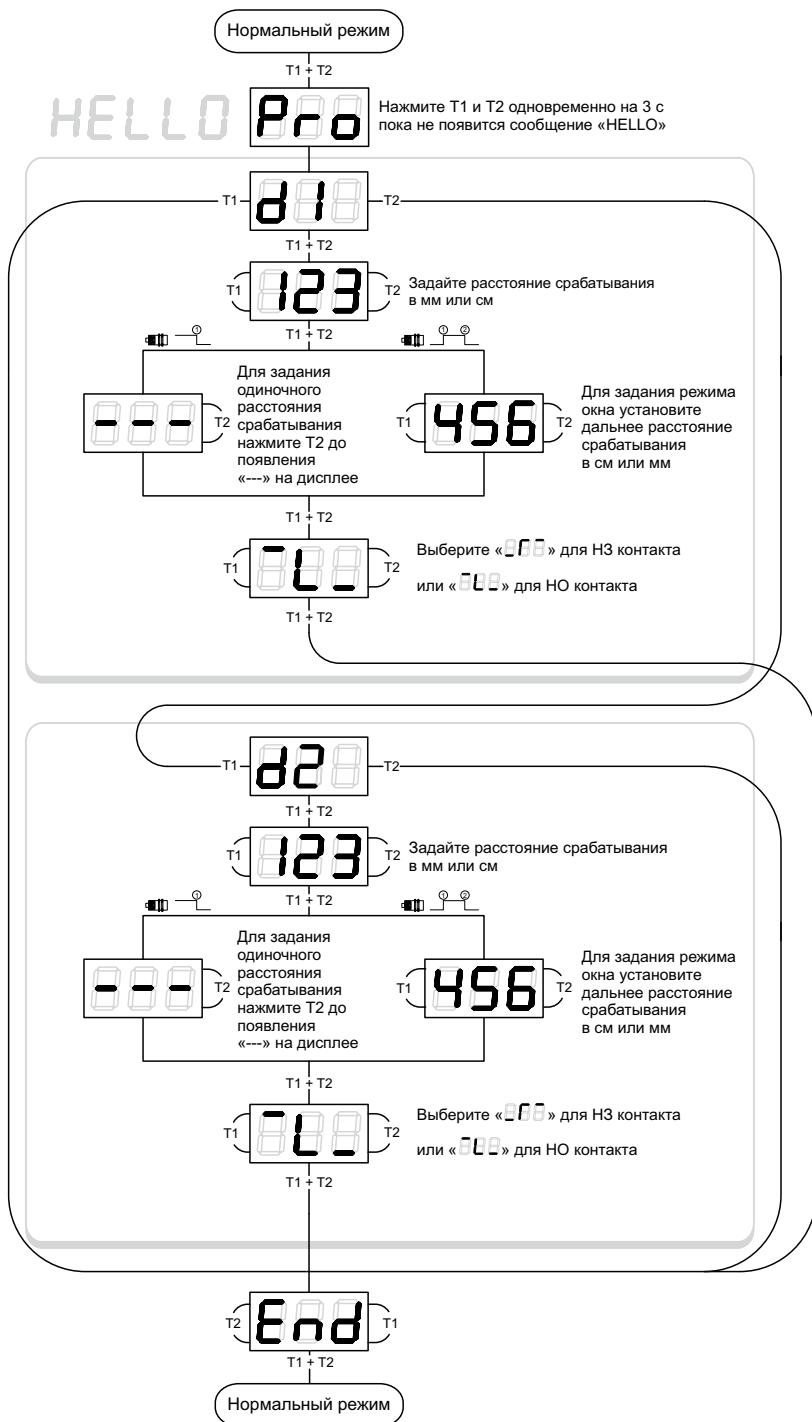

Рисунок 14 – Задание параметров с использованием LED – дисплея для датчика *mic+.../DD/TC*
- 1) С использованием *LED* – дисплея, задание числовых параметров расстояний срабатывания (см. рисунок 14);